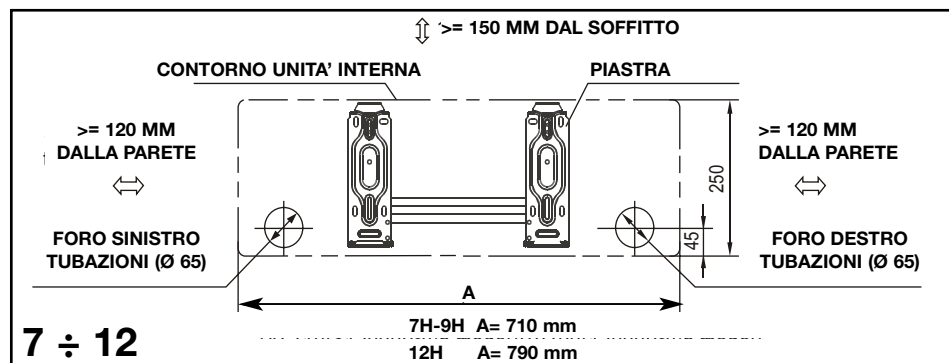
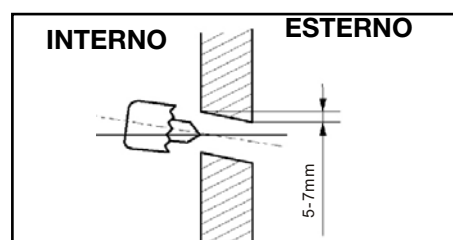

fig.1b
fig.2
4. Praticare nella parete i fori di passaggio delle tubazioni e dei collegamenti elettrici (diam. 65 mm, 95 mm mod. 24). (Fig. 1b, 1c, 1d) Il foro destinato ad accogliere la tubazione di scarico deve essere inclinato verso l'esterno, con la sezione di uscita posta ad una quota inferiore di 5-10 mm rispetto a quella di ingresso, per favorire il deflusso della condensa (fig. 2).